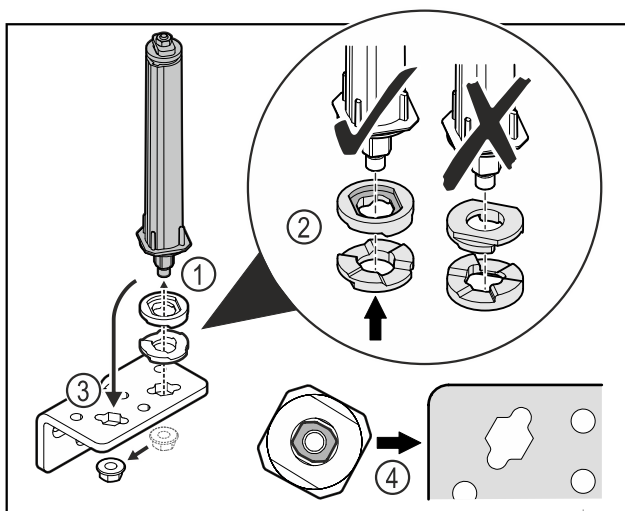

Fig. 46
- ▶ Løsne mutteren og fjern dørlåsesystemet Fig. 46 (1).
- ▶ Sørg for korrekt innretting av høydejusteringsskivene Fig. 46 (2).
- ▶ Sett om dørlukkesystemet i hengselvinkelen og fest med mutteren Fig. 46 (3).
- ▶ Ved innsetting, sørg for korrekt innretting av dørlukkesystemet Fig. 46 (4).